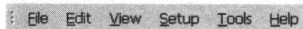

图 1-6 菜单栏
**菜单栏：**标题栏下面为菜单栏（见图 1-6），PADS Layout 是以点击鼠标右键所弹出的菜单、工具按钮及快捷键为操控的主要方法，比较少使用菜单。因此，菜单栏也比较简单，只有 File 菜单（其中包括许多文件操作命令）、Edit 菜单（其中包括许多编辑命令，如剪切等）、View 菜单（其中包括许多视图命令，如窗口缩放、开关工具栏等）、Setup 菜单（其中包括许多设定命令，如设计规则设定、板层设定等）、Tools 菜单（其中包括许多工具命令，如元件封装编辑、铺铜管理等工具）、Help 菜单（其中包括许多辅助说明的工具）等。